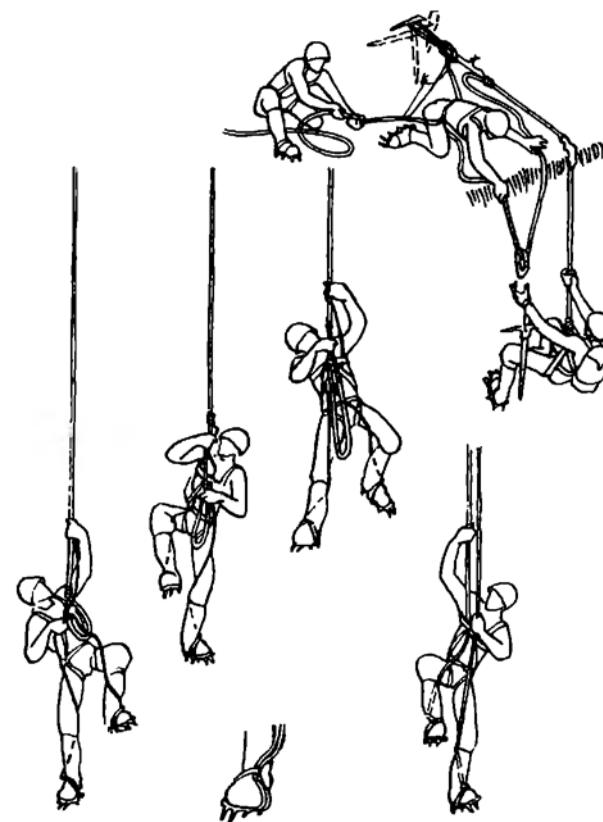

Рис. 13. Подъем из трещины пострадавшего, способного двигаться самостоятельно
**Пострадавшего поднимают, используя следующие технические приемы и средства: без сопровождающего (рис. 13):**